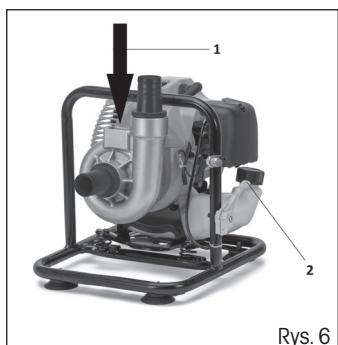

Rys. 5
- ✿ Zmontuj ją zgodnie z instrukcją (Rys. 5).